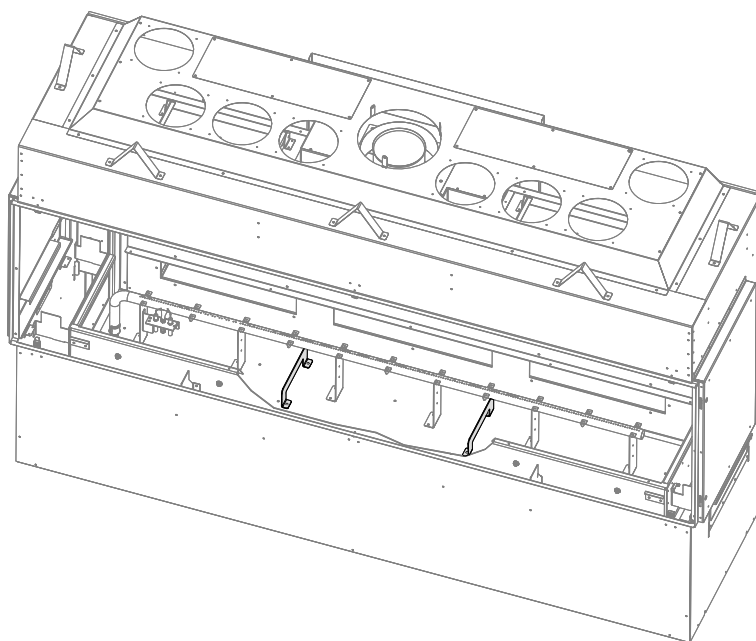
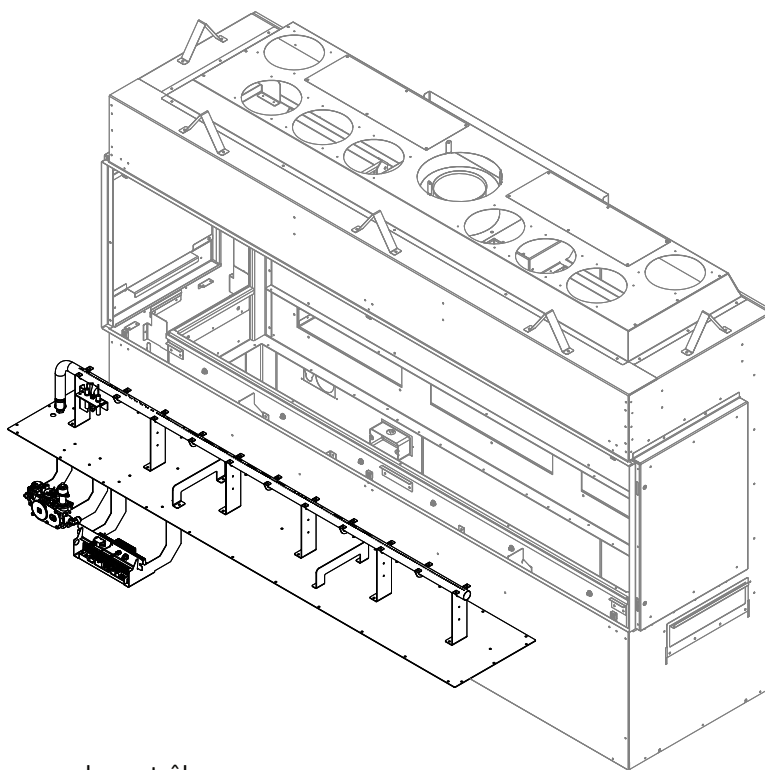

Figure 7.20 - Poignées de levage du panneau de contrôle
Figure 7.21 - Retrait du panneau de contrôle
5. Retirez les (24) vis à métal qui retiennent le panneau de contrôle au bas de la chambre de combustion. Figure 7.20.
6. Repérez d'abord les deux poignées de levage près du centre du panneau de contrôle. Figure 7.20. En soulevant pour retirer le panneau de contrôle, vous devrez l'incliner vers vous pour que la valve de gaz et le module de contrôle puissent pivoter dans l'ouverture. Soulevez le panneau de contrôle pour accéder à l'espace sous le panneau de contrôle. Figure 7.21.